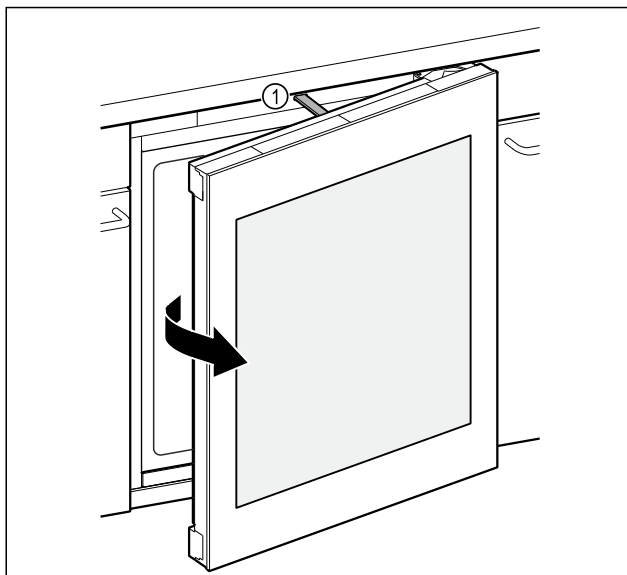

Fig. 133
- Potisna palica Fig. 133 (1) odpre vrata približno 7 cm.